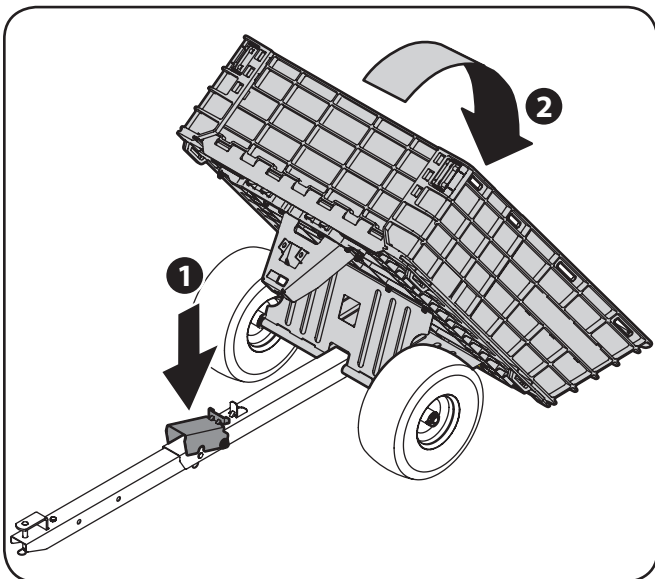

Figura 5-2
3. El contenido del remolque se puede descargar presionando hacia abajo sobre el pedal de descarga de la lengüeta. Consulte la Figura 5-2.